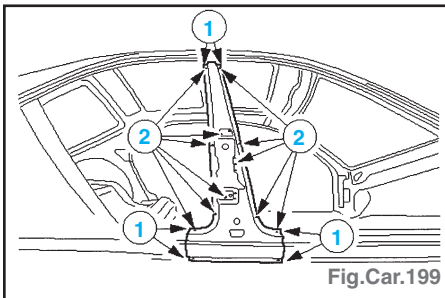

Fig.Car.199
- Souder en cordon continu sous gaz protecteur (1) et par bouchonnage (2). Dans la zone de renfort, effectuer par le bas 6 soudages par bouchonnage (2) (Fig. Car.199).